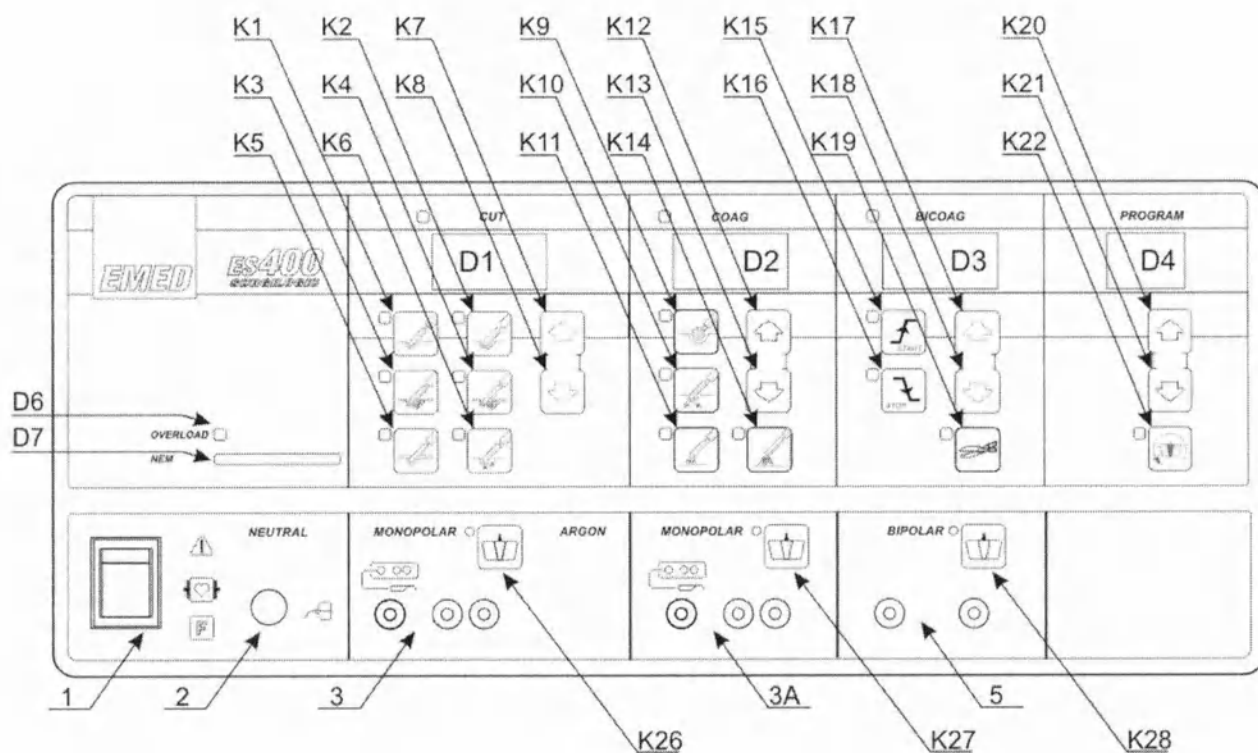

Рис. 3. Элементы контрольной панели аппарата «ES400».
На **передней панели** корпуса расположены (рис. 3):
Включение аппарата осуществляется кнопкой включения/выключения питания от сети **1** (рис. 3). Допускается подключение инструментария ко включенному аппарату с соблюдением соответствующих правил техники безопасности. При этом следует уделить особое внимание предотвращению случайного включения генератора в результате нажатия кнопки или педали.
В монополярном режиме аппарат контролирует целостность цепи нейтрального электрода. Качество подключения нейтрально электрода отображается на линейке из 8 диодов **D7 (рис. 3)**.
- Одноэлементный электрод нейтральный многоразовый (резиновый) не обладает способностью контроля наложения, т.е. прилегания к телу пациента. Контролируется только корректность подключения электрода к аппарату. При корректном подключении нейтрального электрода все диоды линейного индикатора светятся **D7 (рис. 3)**.
При перегрузке аппарата загорается контрольная лампочка **D6 (рис. 3)** красного цвета. При этом требуется приостановка процедуры до того момента, пока не погаснет лампочка (прибл. 30 сек.). При попытке дальнейшего рассечения или коагуляции раздается импульсный, немодулируемый звуковой сигнал, предупреждающий о перегрузке аппарата.